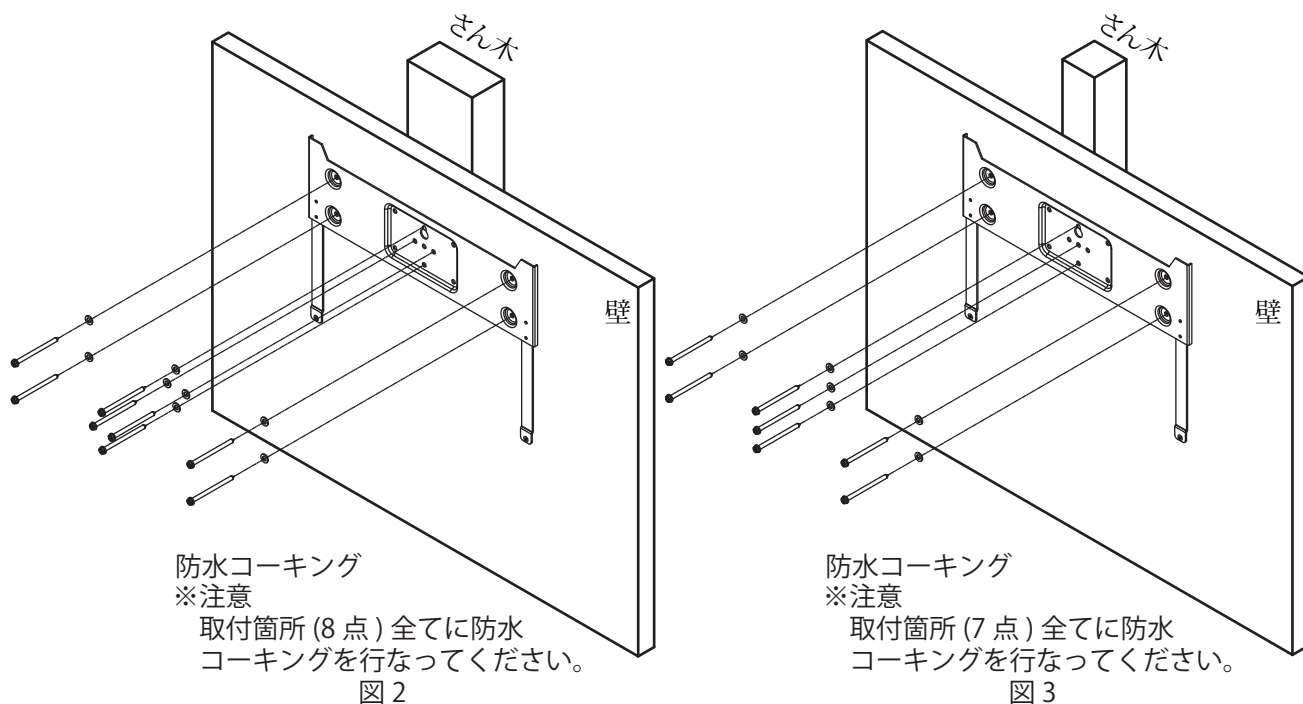

図 2
- ・図2と3のような取付け方をする場合は、さん木に固定していない両端の4本も必ず固定してください。